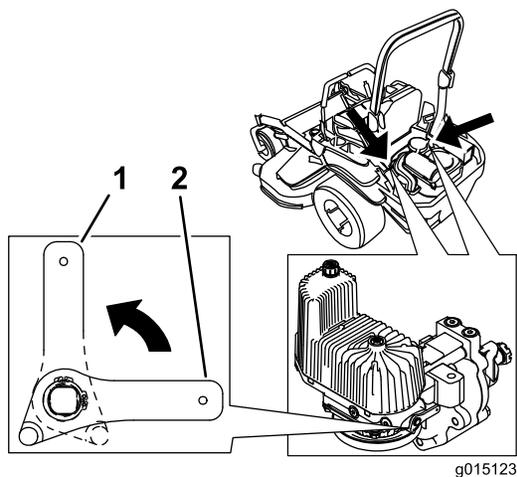

図 37
3. リリースバルブレバーを垂直に回転させてマシンを押す 図 37。
5. リリースバルブを水平に回転させてマシンを動かす 図 37。